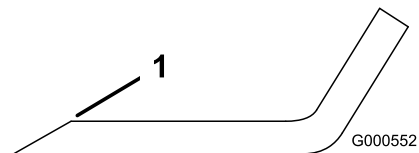

Figure 44
**Remarque:** Si la lame est déséquilibrée, limez un peu l'extrémité de l'ailette seulement (Figure 44).